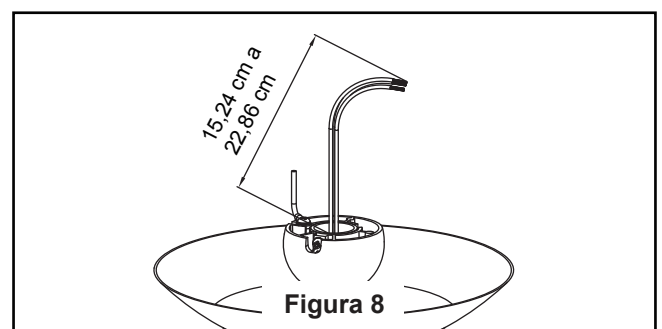

Figura 8
8. Corte el exceso de cable aproximadamente de 15 a 23 cm (6 a 9 pulgadas) por encima de la parte superior del barral. Pele 1,2 cm (1/2") del aislamiento en cada extremo del cable. (Figura 8)